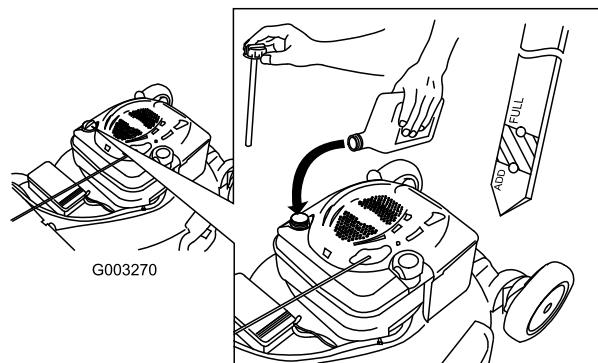

Bild 36
- Nehmen Sie den Peilstab heraus und lesen den Ölstand ab, siehe Bild 36.